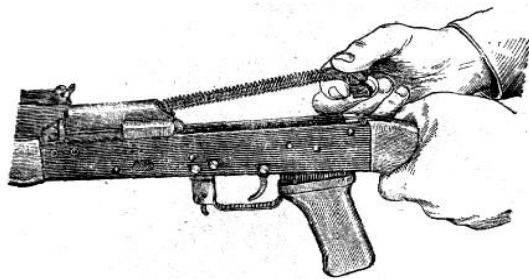

Рис. 13. Отделение возвратного механизма
10) **Присоединить магазин к автомату (пулемету).** Удерживая автомат (пулемет) левой рукой за шейку приклада или цевье, правой ввести в окно ствольной коробки зацеп магазина (рис. 13) и повернуть магазин на себя так, чтобы защелка заскочила за опорный выступ магазина.